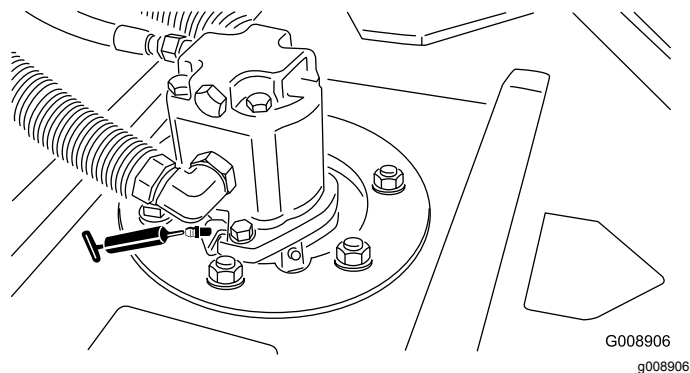

Figura 35
- Rolamentos do eixo da unidade de corte (2 por cada unidade de corte) – Figura 35